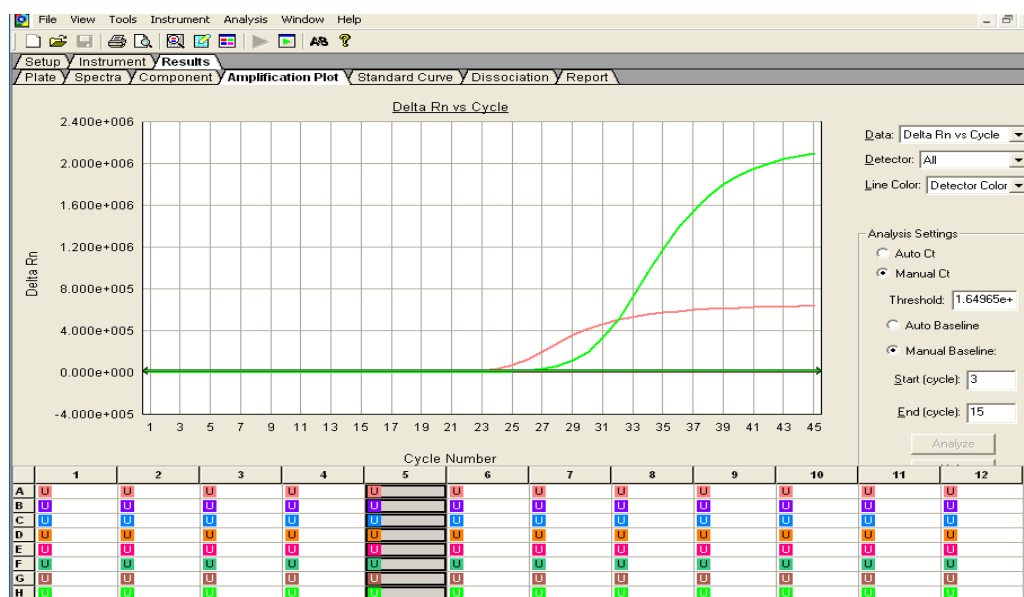

Figura 14.- Muestra positiva para Virus Sincial Respiratorio.
- a) **Virus Sincicial Respiratorio (RSV)**: Se reportará un resultado positivo al observar una sigmoide en los detectores con **Curva de amplificación “Rosa Pálido”**: Fluorocromo para la detección universal del Virus Sincicial Respiratorio (tipos A y B). **Curva de amplificación “Verde Fluorescente”**: Fluorocromo para la detección de la RNasa P de origen humano (RP). (Figura 14).